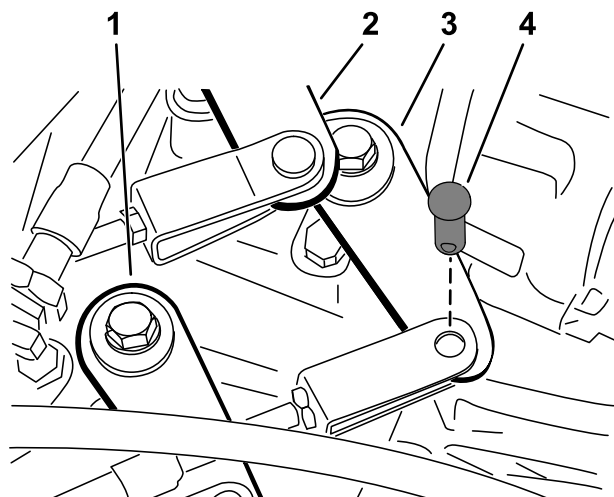

Figura 45
2. Desmonte os passadores que fixam os cabos aos braços de comando do conjunto eixo-transmissão (Figura 45).
1. Retire o passador que prende o cabo de gama alta/baixa à transmissão (Figura 45).